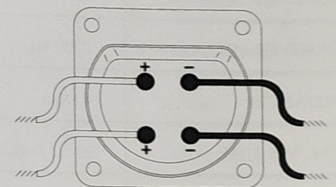

Fig. 3.
**Bi-wiring:** Bei dieser Anschlussform, müssen die "Brücken" zwischen den beiden Anschlusspaaren entfernt werden. Die Kabel wie bei Fig. 3 (Seite 13) gezeigt, anschliessen.
**Bi-wiring:** Als u bi-wiring toe past moeten de "bruggen" worden verwijderd. De kabels aansluiten zoals aangegeven in fig. 3 (pag. 13). Als de versterker 2 x 2 luidsprekeruitgangen heeft, kunt u de ene kabel aansluiten aan luidsprekeruitgang "A" en de andere op luidsprekeruitgang "B". Uiteindelijk kunt u ook twee versterkers gebruiken (bi-amping). Neem contact op met uw dealer voor verdere informatie.
**Dubbelledning:** Om Du använder dubbelledning, skall "bryggorna" mellan de två kabelfästena avlägsnas. Kablarna anslutes så som visas på fig. 3 (sidan 13). Vid förstärkaren kan kablar samlas i ett utgångsuttag eller, om förstärkaren har 2 utgångsuttag, kan Du ansluta den ena kabeln till uttag "A" och den andra kabeln till uttag "B". Slutligen kan Du också använda två effektförstärkare ("bi-amping"). Kontakta ev. Din JAMO-återförsäljare för ytterligare information.